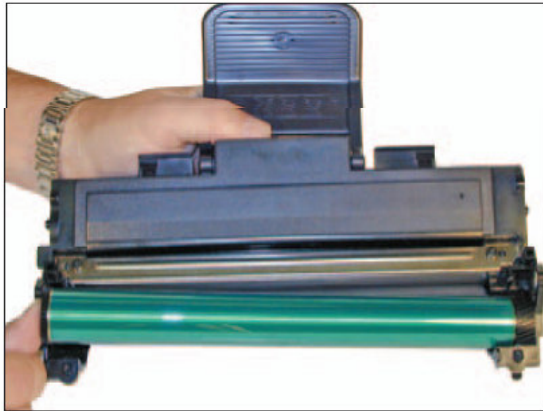

Figura 27.
22) Instale el tambor en su lugar. Ver Figura 27.